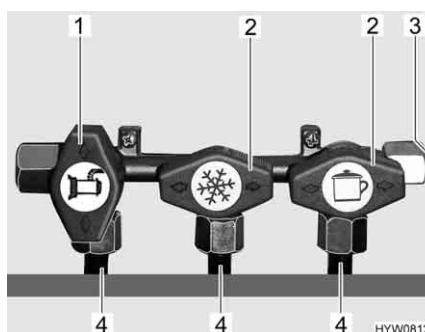

Fig. 116 Posizione dei rubinetti di arresto del gas (esempio)
- Posizionare il rubinetto di arresto del gas dell'apparecchio a gas corrispondente parallelamente (Fig. 116,1) alla tubatura (Fig. 116,4) che alimenta l'apparecchio a gas.
- Posizionare il rubinetto di arresto del gas dell'apparecchio a gas corrispondente trasversalmente (Fig. 116,2) alla tubatura (Fig. 116,4) che alimenta l'apparecchio a gas.